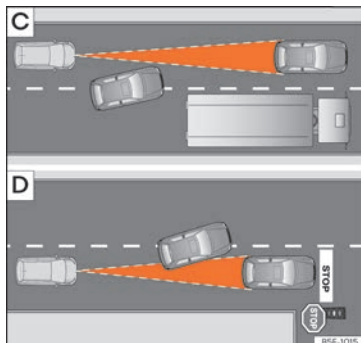

Fig. 184 C) Changement de voie d'un véhicule. D) Véhicule tournant et un autre arrêté.
- Véhicules changeant de voie pour aller sur la vôtre, à courte distance de votre véhicule » » **fig. 184 C).**
L'ACC ne réagit pas face à des véhicules arrêtés. Par ex., si un véhicule détecté par l'ACC tourne ou se détache et que devant ce dernier se trouve un véhicule à l'arrêt, l'ACC ne réagira pas face à celui-ci »» fig. 184 [D].